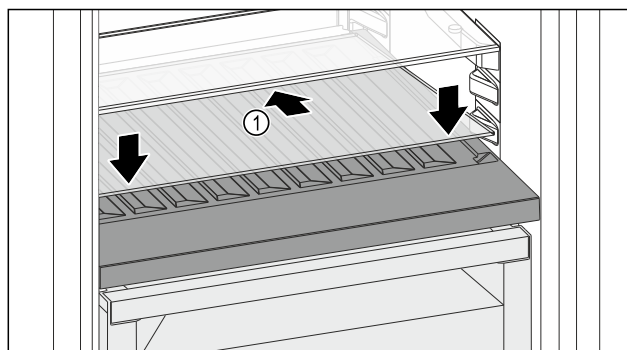

Fig. 163
- ▶ Posizionare il ripiano di vetro Fig. 163 (1) inclinato indietro e verso il basso.
- ▶ Abbassare la parte anteriore del ripiano di vetro Fig. 163 (1).